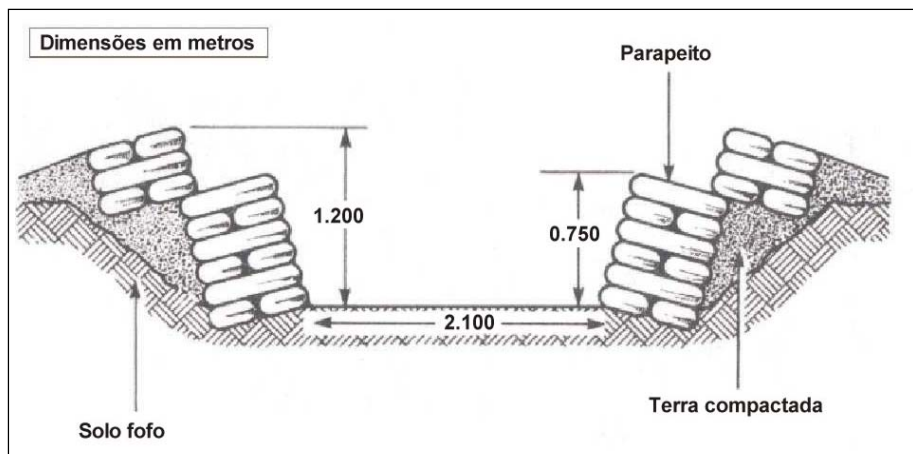

Fig 4-15. Espaldão de Morteiro em Solo Fofo
(4) as tampas das caixas de munição, que são à prova d'água, devem ser mantidas fechadas sempre que possível;
(5) a ventilação das trincheiras e do espaldão em condições de umidade pode ser improvisada usando-se tubos de bambu.
b. Solo fofo (Fig 4-15)